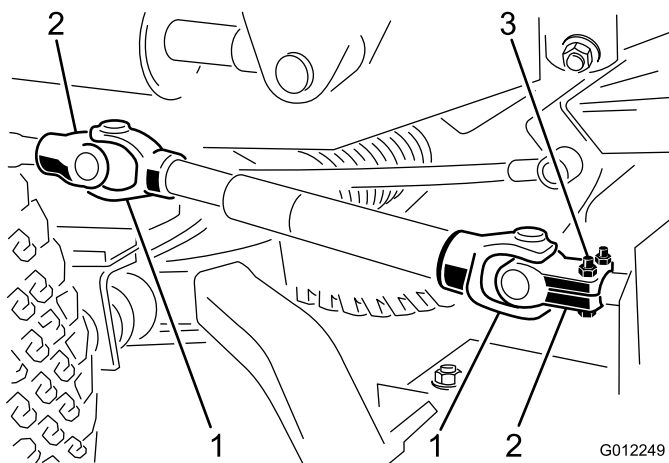

Figure 8
1. Alignez les trous de la chape et de l'arbre d'entrée de la boîte d'engrenages. Glissez la chape sur l'arbre et fixez-les ensemble avec une goupille cylindrique, 2 vis à tête (5/16 x 1-3/4 po) et 2 contre-écrous (5/16 po) (Figure 8).